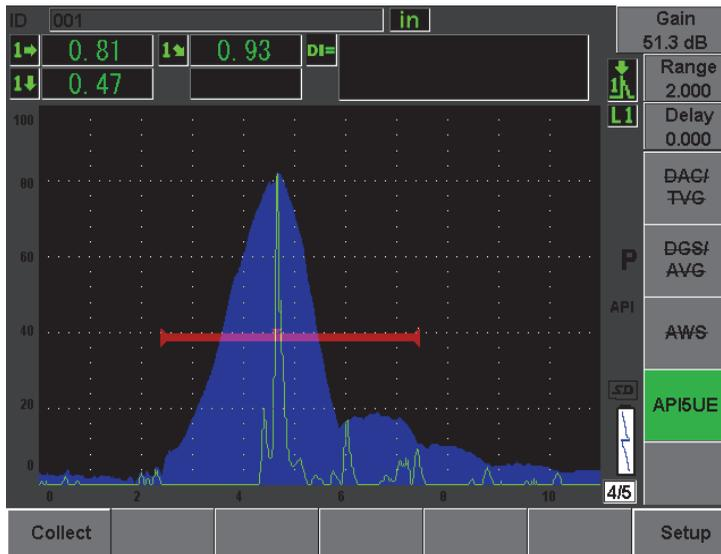

Figure 12-23 Collecte de données d'étalonnage en mode enveloppe
4. Appuyez sur la touche **[P1]** pour collecter les données des paramètres A_{\max} , T_1 et T_2 de l'enveloppe (voir la Figure 12-23 à la page 264).